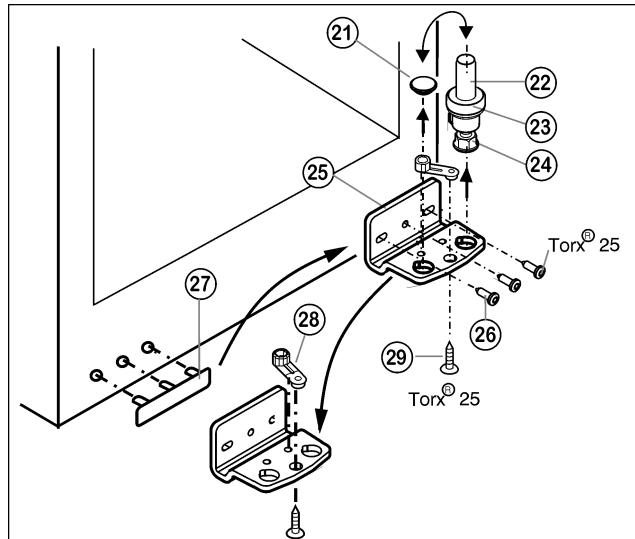

Fig. 6
- Извлеките опорный винт Fig. 6 (22) в комплекте с шайбой Fig. 6 (23) и регулируемой опорой Fig. 6 (24), вытягивая его вверх.
- Снимите пробку Fig. 6 (21).
- Открутите Fig. 6 (26) опорный кронштейн Fig. 6 (25).
- Открутите Fig. 6 (29) опорную деталь Fig. 6 (28) и, переставив в отверстие на противоположной стороне опорного кронштейна, снова прикрутите.
- Осторожно снимите и переставьте на противоположную сторону крышку со стороны ручки Fig. 6 (27).
- Снова прикрутите опорный кронштейн Fig. 6 (25) на новой стороне шарнира (с моментом 4 Нм). При необходимости используйте аккумуляторный шуруповерт.
- Переставьте пробку Fig. 6 (21) в свободное отверстие.
- Вновь установите опорный винт Fig. 6 (22) в комплекте с шайбой и регулируемой опорой. При этом фиксатор должен быть направлен назад.
- ▶ Установите дверцу сверху на нижний опорный палец *Fig. 6* (22).
- ▶ Установите верхний опорный кронштейн (12) на новой стороне шарнира и защелкните в дверце.
- ▶ Прикрутите верхний опорный кронштейн (12) **(с моментом 4 Нм)** (2 шт. Torx® 25) (13). При необходимости проделайте отверстия или используйте аккумуляторную отвертку.
- ▶ Защелкните крышку (10) и крышку (11) на противоположной стороне.
- ▶ При необходимости выровняйте дверцы через два продольных паза в нижнем опорном кронштейне *Fig. 6* (25) параллельно корпусу устройства. Для этого выкрутите средний винт.